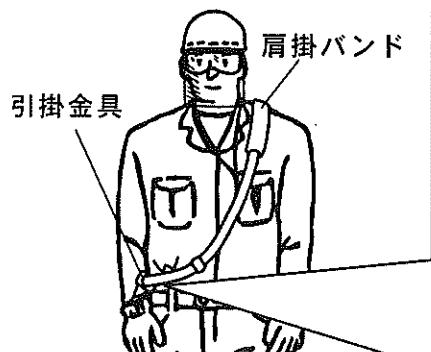

図.1
- ① 肩掛けバンドは消耗品です。切れ、ほつれ、損傷等がないことを確認し、図.1のように装着してください。